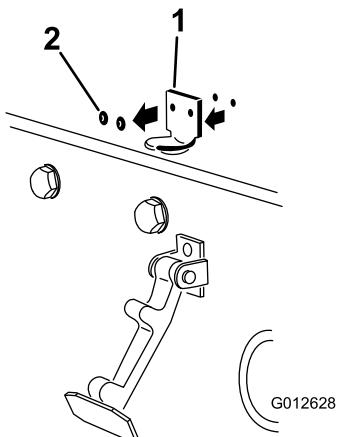

Figure 7
2. Retirez les (2) rivets qui fixent le support du verrou au capot (Figure 7). Enlevez le support du verrou du capot.